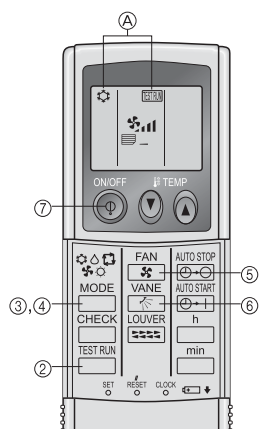

Fig. 7-7
7.2.2. Utilizar o controlo remoto sem fio (Fig. 7-7)
- ① Ligue a alimentação à unidade pelo menos 12 horas antes do ensaio.
- ② Prima o botão **[TEST RUN]** duas vezes continuamente.